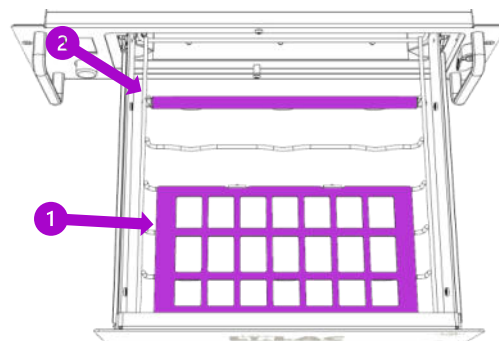

Fig. 4
- Coloque la bandeja de cables en la rejilla metálica. (Fig. 4, 1). La bandeja de cables se fija magnéticamente.
- Inserte el muelle en espiral en el área de la primera barra transversal (Fig. 4, 2).